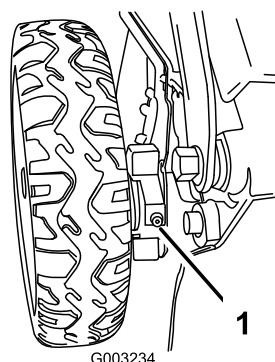

Figura 38
1. Limpie con un trapo limpio los puntos de engrase situados justo dentro de las ruedas traseras (Figura 38).